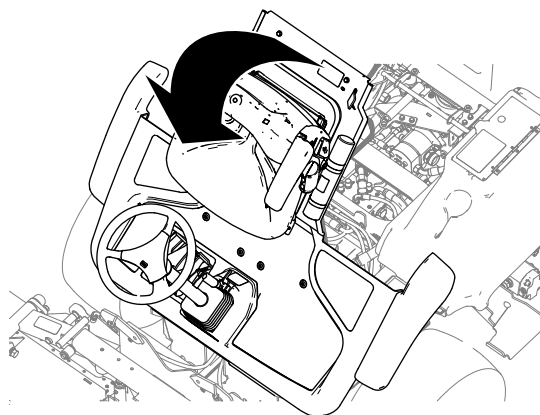

Figure 43
2. Relevez la plateforme (Figure 43).